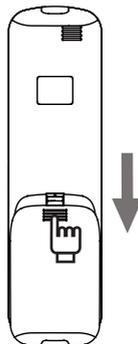

Рисунок 2.6
1. Сдвиньте крышку батарейного отсека на задней панели пульта ДУ в направлении, указанном стрелкой (Рис. 2.6);